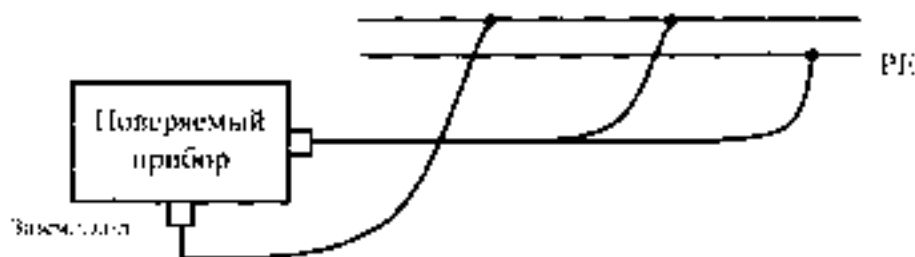

Рис. 4. Схема измерения значения величины сопротивления заземления « $R_A$ »
**1 этап.** Подключить поверяемый прибор согласно схеме, приведенной на рис. 4.